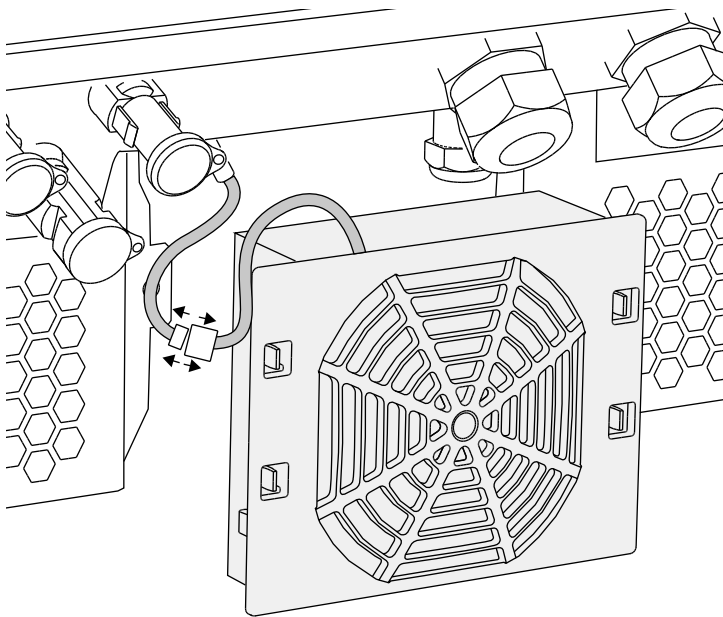

Fig. 71: Staccare il cavo della ventola
4. Estrarre completamente il gruppo ventola dal corpo inverter. A tale scopo staccare il connettore del cavo della ventola.  **Fig. 71**